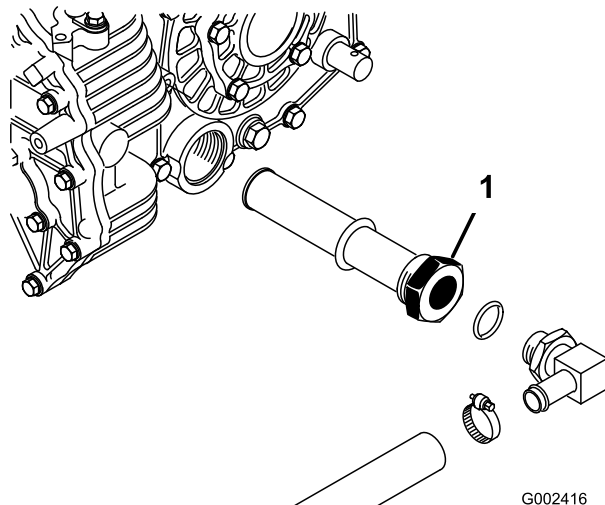

**Figura 70**
2. Retire el tapón de vaciado del lado del depósito y deje que se drene el fluido hidráulico en el recipiente (Figura 70).